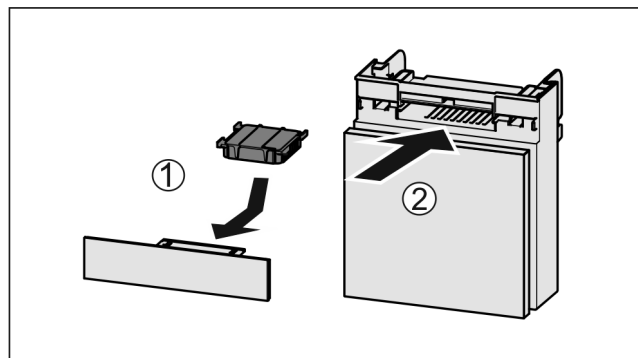

Fig. 208
- ▶ 按图装入 Fig. 208 (1) 活性炭过滤器。
- ▶ 推入 Fig. 208 (2) 抽屉。